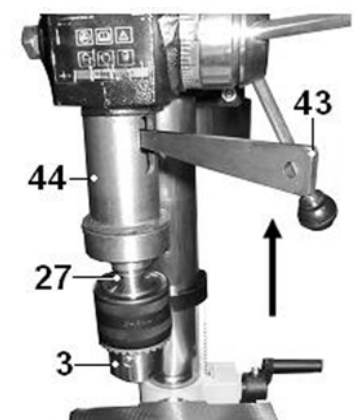

Рис.11.
10.11. Для снятия сверлильного патрона (3) с дорном (27) из шпинделя используется клин (43), Рис.11. Для этого
необходимо выключить станок согласно п.10.3, затем совместить вращением шпинделя паз в шпинделе с пазом на обойме (44), Рис.11. Вставьте в этот паз клин (43), и легкими ударами снизу вверх по клину (43), выталкивайте дорн (27) вместе со сверлильным патроном (3) из шпинделя.